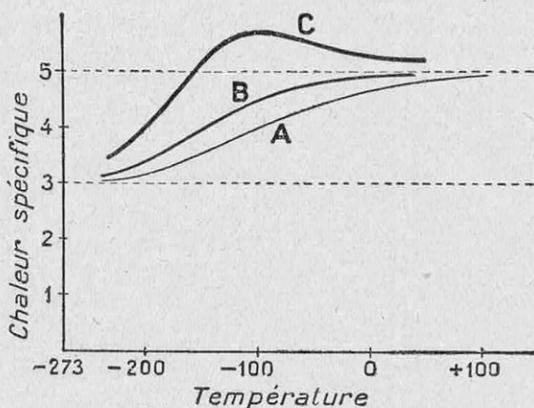

FIG. 4. — VARIATION DE LA CHALEUR SPÉCIFIQUE DE L'HYDROGÈNE A BASSE TEMPÉRATURE
Or, il se trouve, comme le montre la courbe *B* de la figure 4, que la chaleur spécifique de l'hydrogène ne varie pas conformément à la courbe théorique représentée en *A*, à laquelle obéissent les autres gaz diatomiques, c'est-à-dire que la rotation de la molécule autour de son axe *XY* ne s'accroît pas avec la température, comme elle devrait le faire pour un gaz simple.
s'accroissait lentement, en se rapprochant de la courbe *C* de la figure 4 ; la seule explication possible de ce phénomène consistait à admettre une transformation progressive de l'ortho- en parahydrogène, cette dernière forme étant seule stable aux très basses températures.
Un succès éclatant a justifié ces pronostics. L'expérience s'effectue en faisant absorber l'hydrogène par du charbon *activé* (1) refroidi à 252 degrés au-dessous de zéro dans un bain d'hydrogène liquide ; après quelques minutes, on extrait avec une pompe à vide le gaz absorbé par le charbon ; ce gaz, ramené à la température ordinaire, est du parahydrogène presque pur (à 99,7 %) : sa chaleur spécifique est représentée par la courbe *C* de la figure 4, et son spectre ne contient que la moitié des raies du spectre décrit plus haut.